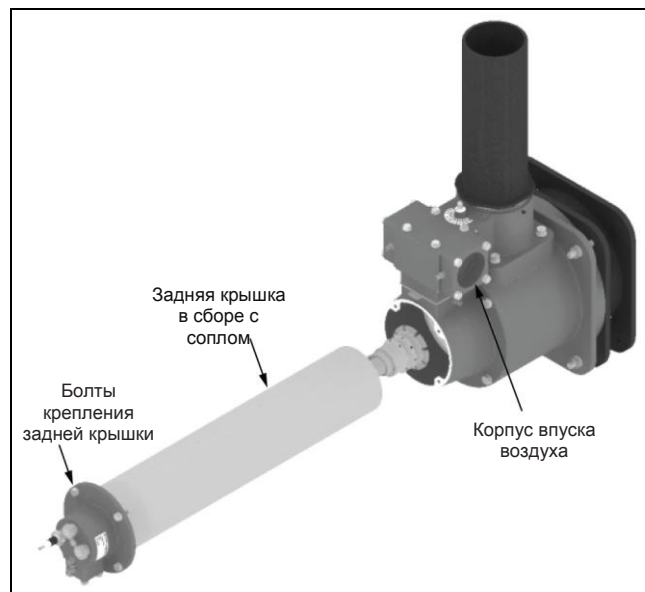

Рис. 3.9
1. Снимите заднюю крышку, вывернув болты крепления. См. Рис. 3.9.
3. Вставьте сопло в сборе с задней крышкой в камеру сгорания через корпус для впуска воздуха. См. Рис. 3.9.